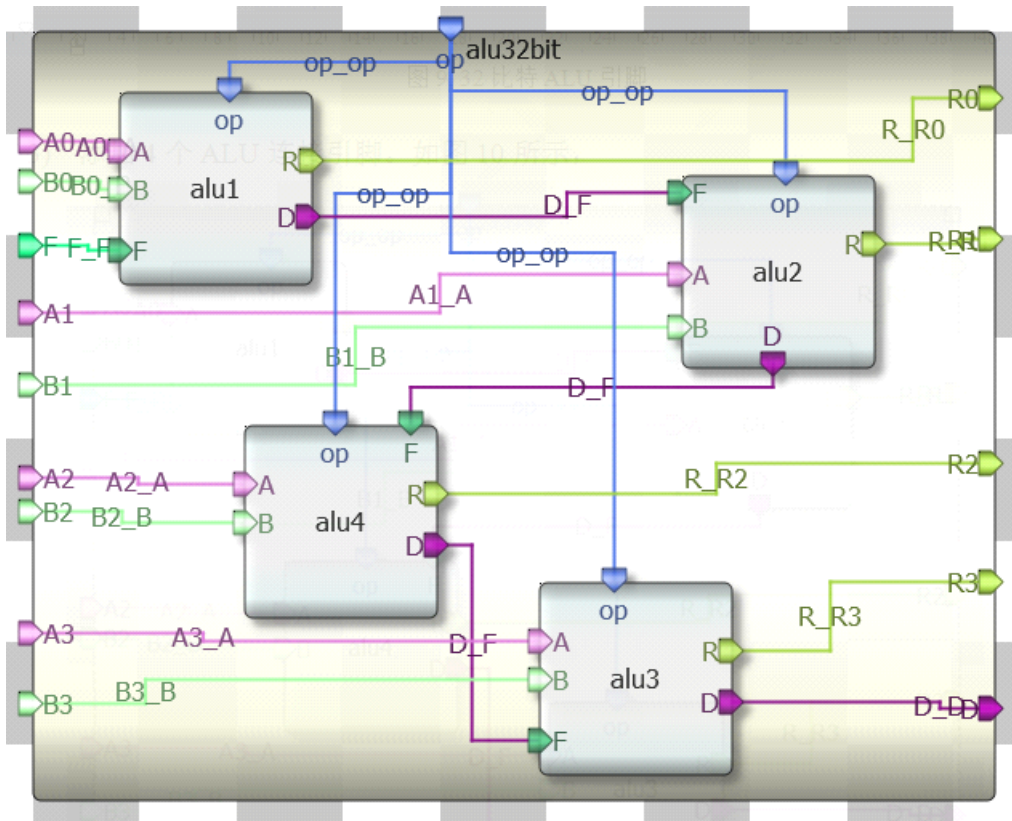

图 10. 32 位 ALU 设计图
- 3) 添加 4 个 ALU 连接引脚。如图 10 所示。4 个 8 位的 ALU 进行级联，第一个输出的 D 连到下一级的 F，最终的 ALU 的 D 连接到顶层的 D 引脚。第一个 ALU 的 F 连接到顶层模块的 F。op 都连接到顶层的 op 引脚上，A、B 和 R 按照高低位进行连接。这样输入 $A_3A_2A_1A_0$ 、 $B_3B_2B_1B_0$ 和 $R_3R_2R_1R_0$ 分别是 32 位 ALU 的输入和输出端。